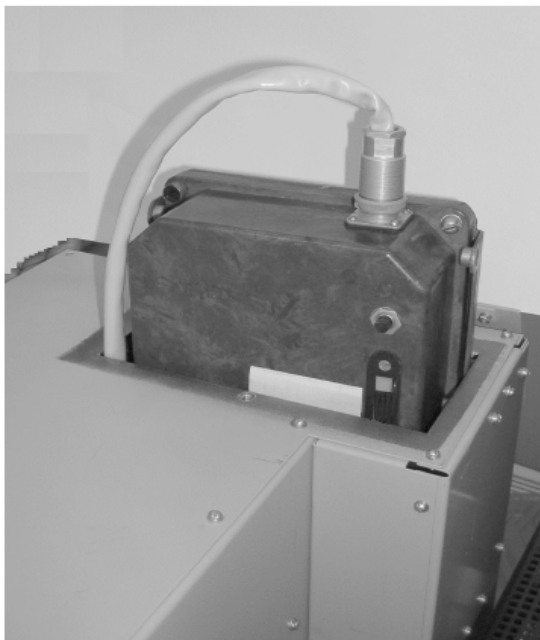

Рисунок 2.4.5.2 - Установка прибора ТСКБМ-П в экранированный отсек блока ТС-ТСКБМ
2) Установите прибор ТСКБМ-П в экранированный отсек блока ТС-ТСКБМ, удерживая его на уровне (см. рисунок 2.4.4.1) одной рукой, другой рукой подсоедините к нему кабель П отсека. Затем опускайте по направляющим ТСКБМ-П в экранированный отсек, не допуская при этом расположения кабеля П перед лицевой поверхностью прибора ТСКБМ-П (см. рисунок 2.4.5.2), до упора. Закройте дверцу экранированного отсека и зафиксируйте её соответствующим винтом.